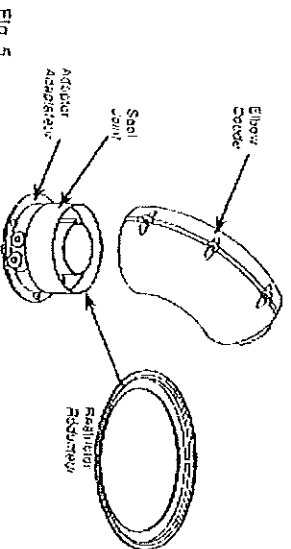

Fig. 5
IMPORTANT: If the equivalent flue length is greater than 1.5m the restriction **MUST** be removed from the adaptor (Fig. 5).
7. Take one of the rubber seals and position it on the boiler flue adaptor. Engage the flue elbow on the adaptor and put the sleeve up so that it equally covers the joint (Fig. 5).
IMPORTANT : si la longueur équivalente du conduit des jointes est supérieure à 1,5 mètre, **IL FAUT** retirer le réducteur de l'adaptateur (Fig. 5).
7. Prendre l'un des joints en caoutchouc et le passer sur l'adaptateur de la chaudière. Brancher le coudé sur l'adaptateur et pousser la manivelle vers le haut de façon à couvrir uniformément le raccord (Fig. 5).